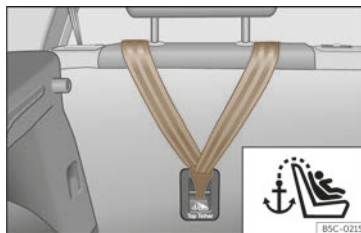
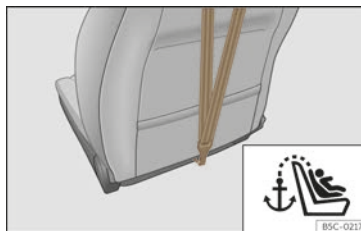

Abb. 43 Rückseite der Rücksitzbank: Verankerung für den Top Tether Haltegurt.
Abb. 44 Rückseite der Beifahrersitzlehne: Verankerung für den Top Tether Haltegurt (nicht in allen Märkten/Versionen erhältlich).
Verankerungspunkt des Fahrzeugs ausgestattet. Dieser Verankerungspunkt befindet sich im hinteren Teil der Rückenlehne des Rücksitzes und des Beifahrersitzes¹⁾ (mit dem Symbol  gekennzeichnet) und bietet einen besseren Rückhalt >>> (Abb. 43), >>> (Abb. 44).
- Den Haltegurt verschieben und ordnungsgemäß an der Verankerung des hinteren Teils der Rückenlehne befestigen >>> (Abb. 43), >>> (Abb. 44).